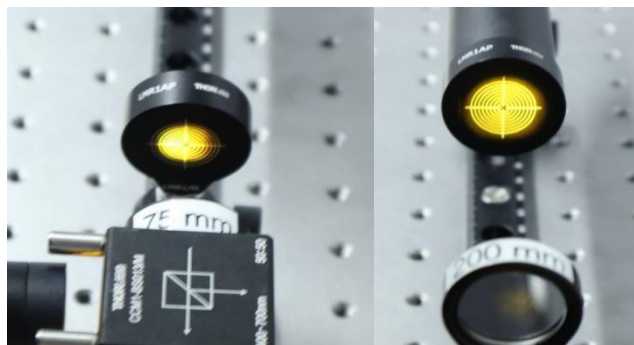

Abbildung 3: Höhenkalibrierung von der Linse (links) und der Kamera (rechts)
3. Passen Sie die Höhe der Linse und der Kamera mit Hilfe des runden, schwarzen Justiertools so an, dass Linse und Kamera möglichst mittig getroffen werden (s. Abb. 3).